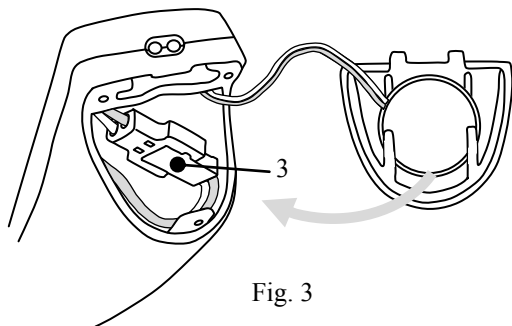

Fig. 3
- 3 - Introducir los cables y el conector y colocar la tapa de la batería (No pellizcar los cables del buzzer). (Fig. 3)
- 3 - Inserire i fili e il connettore poi rimettere il coperchio al vano batteria (Non incastrare i fili del segnalatore acustico). (Fig. 3)
- 3 - Introduzir os fios e o conector, depois recolocar a tampa da bateria (não trilhar os fios do buzzer). (Fig. 3)
- 3 - Schować przewody oraz złącze, a następnie założyć pokrywkę (Nie zakleszczyć przewodów brzęczyka) (Rys. 3).
- 3 - Die Leiter und den Steckverbinder in dem Batteriefach verstauen, den Deckel des Batteriefachs wieder auflegen (dabei die Leiter für die akustische Signalerzeugung nicht einklemmen). (Abb. 3)
- 3 - För in ledningarna och kontakten och sätt tillbaka locket till batterifacket (kläm inte summerledningarna). (fig 3)